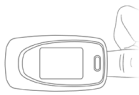

Figure 5. Positionnement du doigt
- Le doigt doit être placé correctement (voir figure 5 ci-jointe), car un assemblage incorrect ou une position de contact incorrecte du capteur influencera la mesure.
- 5.2 Ouvrir la pince comme dans la figure 5.